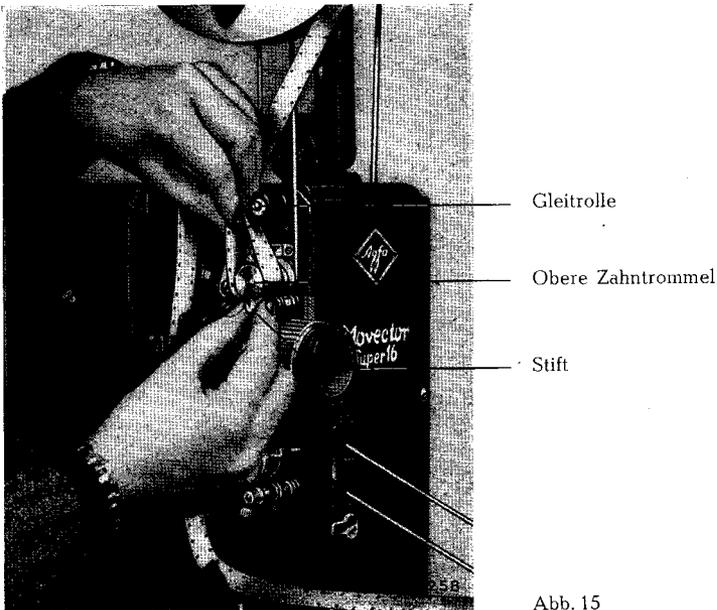

Abb. 15
5. Etwa 60 cm Film zum Einlegen von der Spule abwickeln. Mit der linken Hand eine Filmschlinge um die obere Zahntrommel (Abb. 15) bilden. Wenn der Film mit seinen Randlöchern in den Zähnen der Zahntrommel sitzt, Andrückschuh mit der rechten Hand bis zum Einschnappen heranschieben, Film muß auf der linken Seite der schwarzen Rolle vorbeilaufen (wie der Pfeil auf der Gehäusewand zeigt).